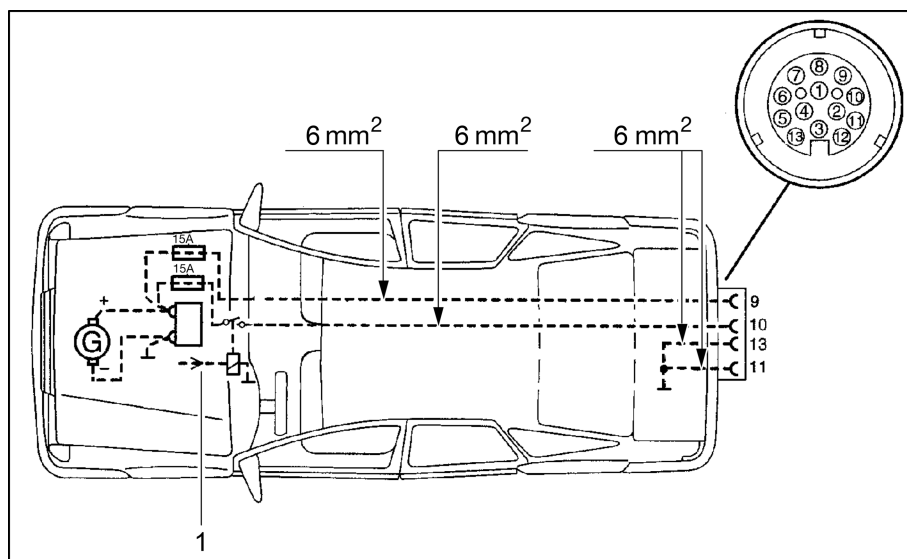

Bild 99 Dragfordoninstallationschema
- ▷ Installera rätt kabelarea och ett relä för strömförsörjningen (styrd av tändningslåset) i dragfordonet (se Bild 99).